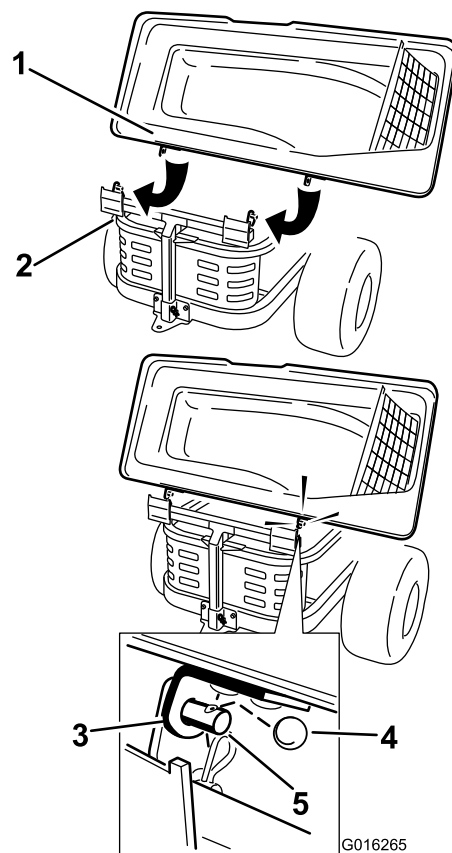

Figure 11
3. Enfilez les supports sur les ergots du cadre du collecteur et placez la goupille fendue ronde dans le trou de l'ergot droit (Figure 11).